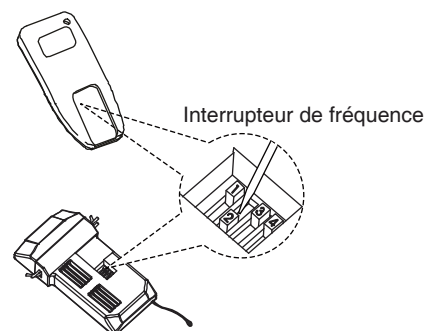

Fig. 7
1. Cette télécommande est équipée de 16 combinaisons à code pour empêcher de possibles interférences avec d'autres appareils de commande à distance. Les interrupteurs de fréquence sur votre récepteur et votre transmetteur ont été préprogrammés en usine. Veuillez vérifier que les interrupteurs du transmetteur et du récepteur sont réglés sur la même position. Toutes les combinaisons de réglages commandent le ventilateur à partir du moment où le transmetteur et le récepteur sont sur la même position. (Fig. 7)